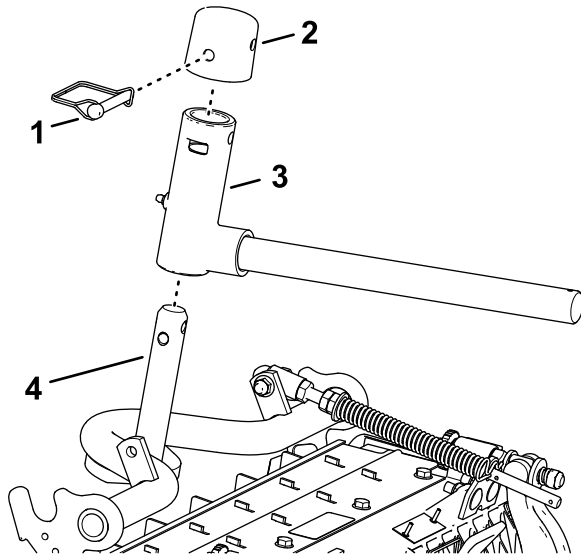

Figure 18
- Placez la chape de pivot sur l'arbre du bâti porteur (Figure 18).